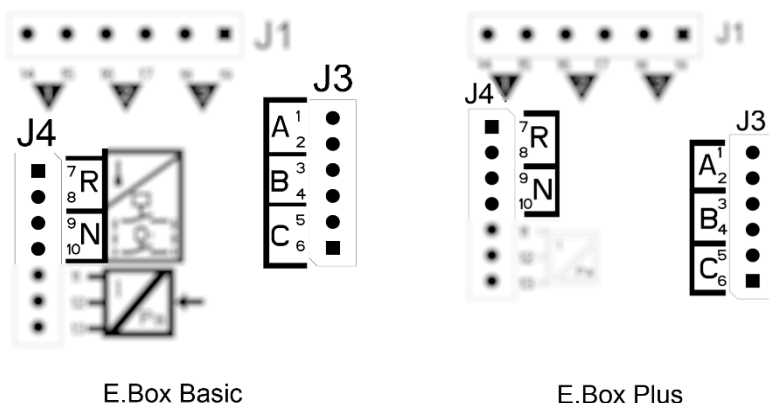

Abbildung 32: Position Eingänge und Alarme
**Hinweis:** wenn dieser Alarm nicht gebraucht wird der Eingang N überbrückt. Zur Bestimmung des Eingangs N die Abbildung 32 konsultieren.